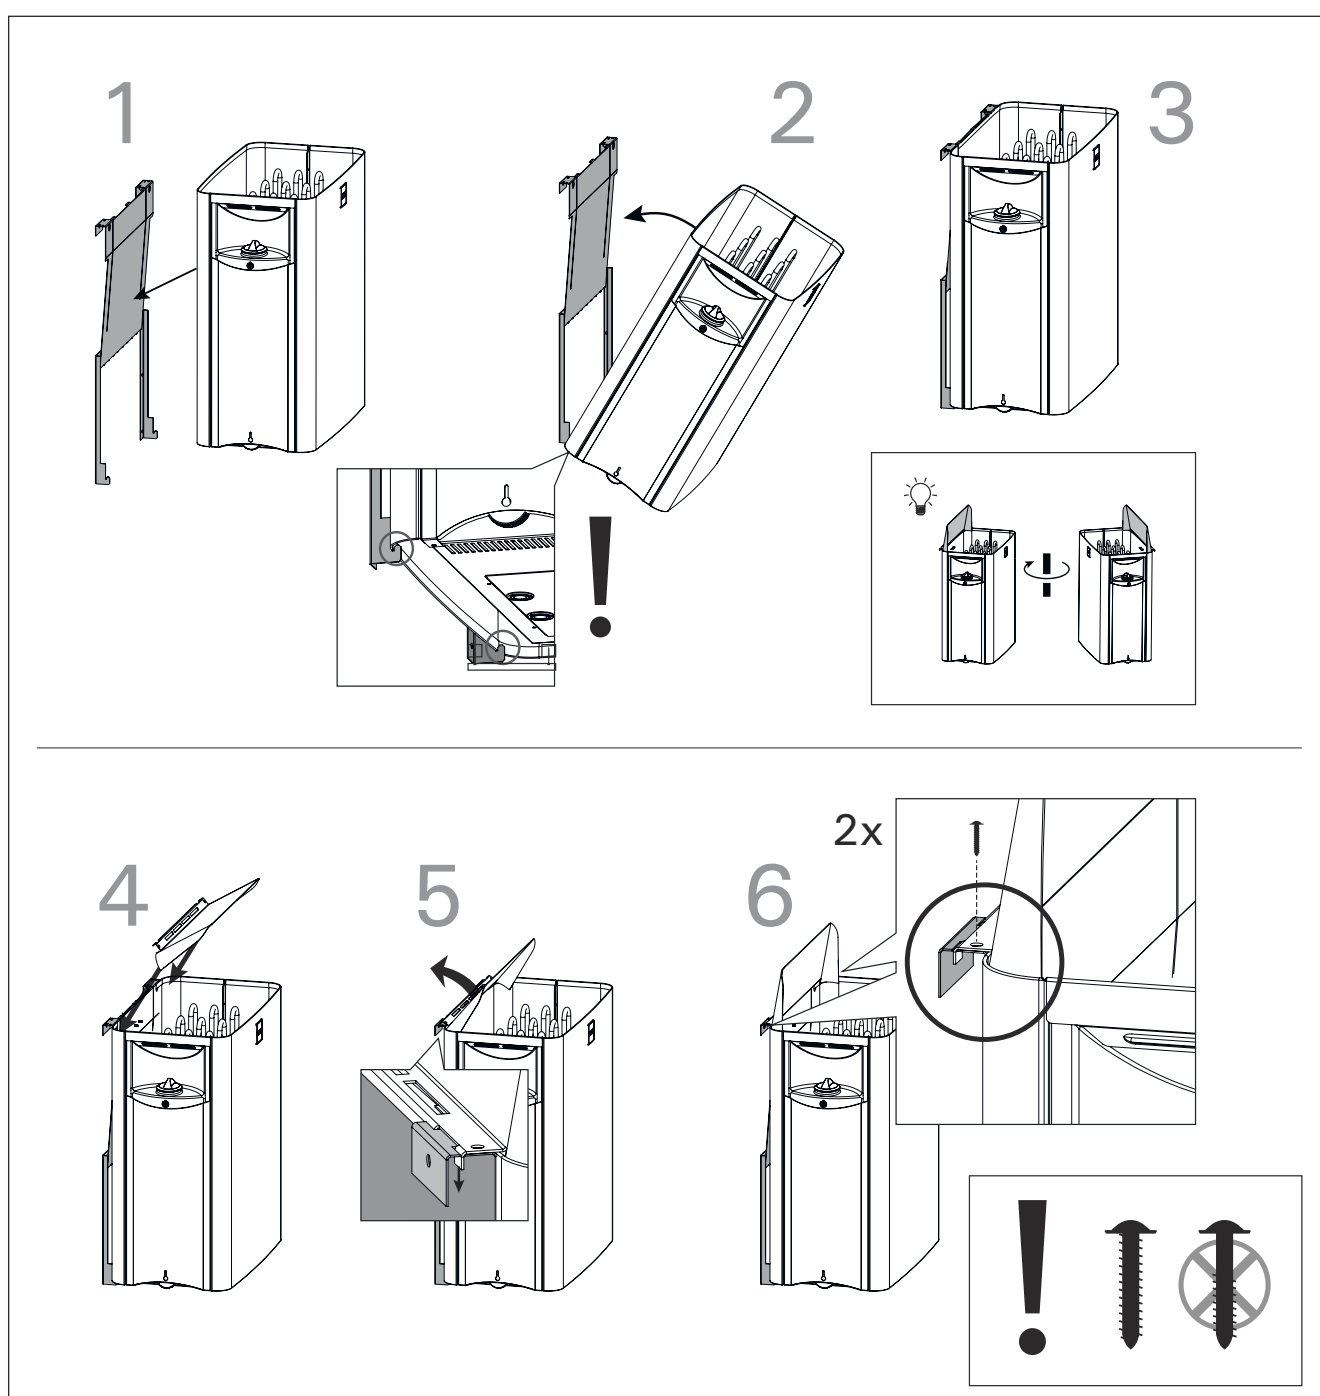

Рисунок 8. Крепление каменки к настенному кронштейну
3. Установите каменку по месту и убедитесь, что она встала по центру подставки (рисунок 8:1-3)
4. Поверните направляющую панель для пара и закрепите ее к каменке и к настенному кронштейну (рисунок 8:-5).
5. Для более надежного соединения, закрепите направляющую панель шурупами сзади (рисунок 8:6).